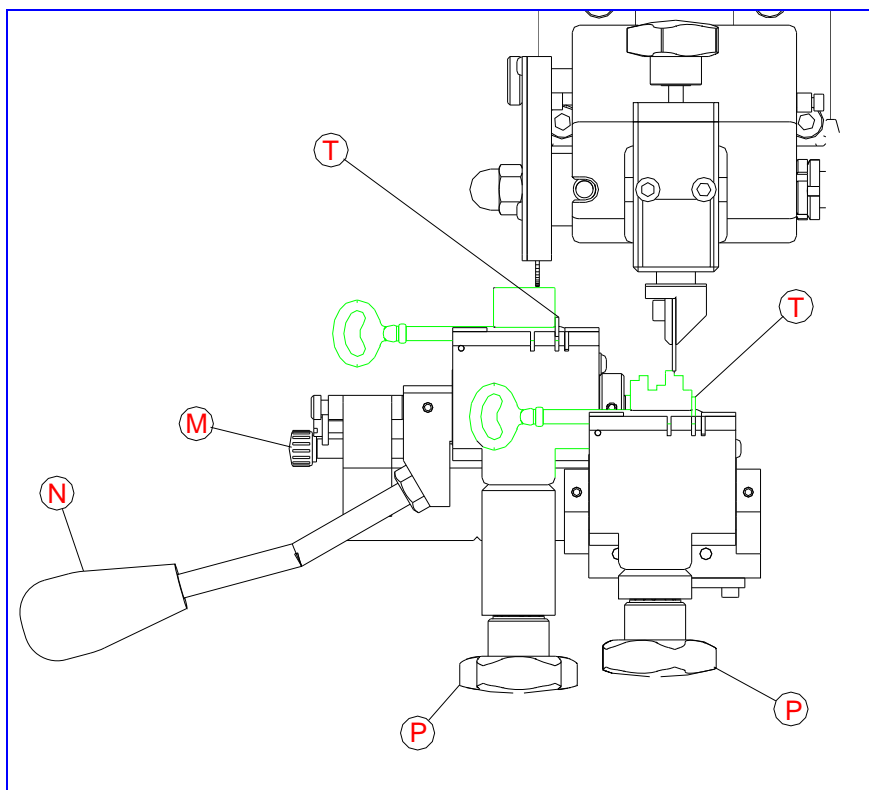

Fig.3
- Soltar los pomos (15) y alinear la primera posición del carro (R1) con la referencia (S).
- Introducir las llaves en las mordazas, teniendo cuidado en que el paletón de la llave haga tope en la chapa tope llave (T) de la mordaza, según se aprecia en la Fig.3. Una vez introducido la llave amarrar las llaves girando los pomos(P).
- Poner la máquina en marcha y sosteniendo el carro por medio de la palanca, acercar las llaves hacia el índice copiador (I) y la fresa (F).
- Recomendamos que se ha de trabajar pausadamente, sin forzar la fresa. El duplicado se consigue, girando el carro portamordazas con la manilla (N), para ello se a de mover la varilla (M) a la izquierda . Es recomendable realizar el mecanizado, girando la manilla (N), de arriba abajo.